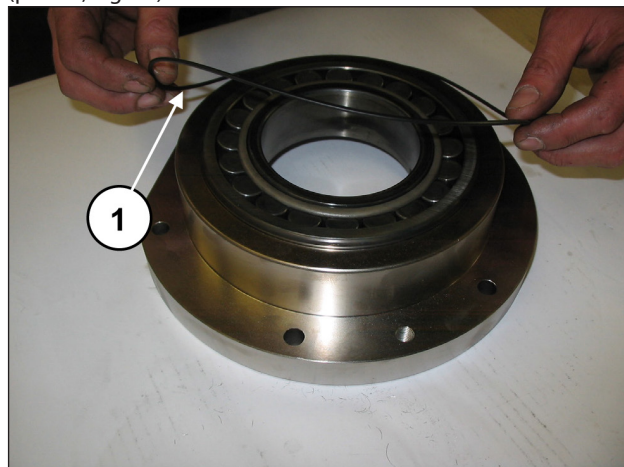

Fig. 72
Applicare l'O-ring all'esterno del coperchio portacuscinetto (pos. ①, Fig. 72).